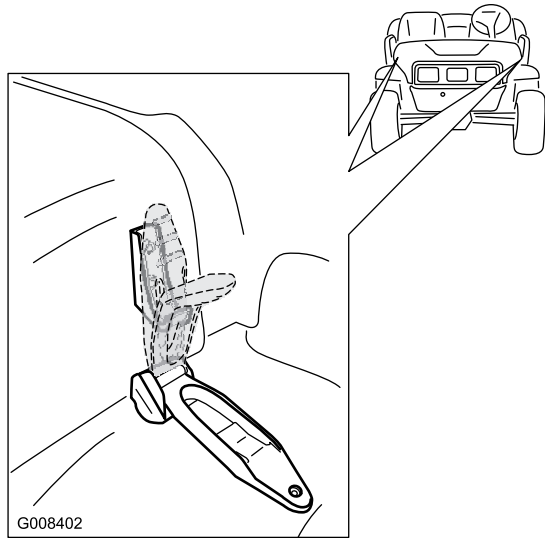

Figura 25
1. Libere la correa de goma de cada lado del capó (Figura 25).